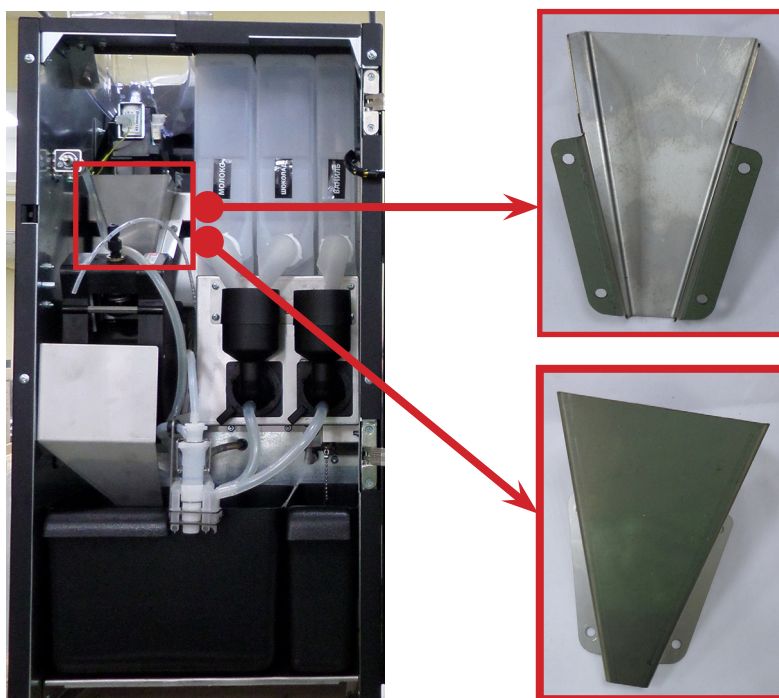

Рисунок 31
4. Открутите четыре винта воронки (см.рис.31).